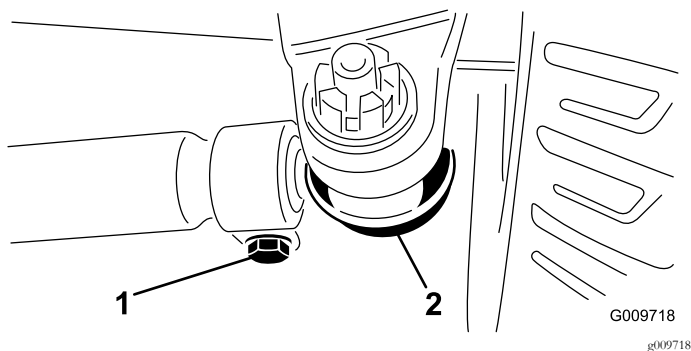

Figura 60
2. Para ajustar, retire la chaveta y la tuerca de la rótula de cualquiera de las bielas (Figura 60).
4. Afloje las abrazaderas en ambos extremos de las bielas (Figura 60).
5. Gire la rótula retirada una (1) vuelta completa hacia dentro o hacia fuera.
7. Gire el conjunto completo de la biela una (1) vuelta completa en el mismo sentido (hacia dentro o hacia fuera).